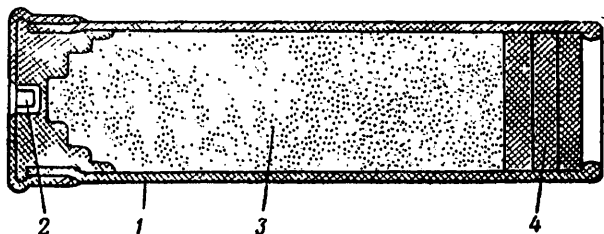

Рис. 7. Имитационный запал:
15. Имитационный запал (рис. 7) служит для имитации звукового и дымового эффекта разрыва боевой гранаты. Он состоит из гильзы, капсюля-воспламенителя, заряда дымного пороха и пыжей.